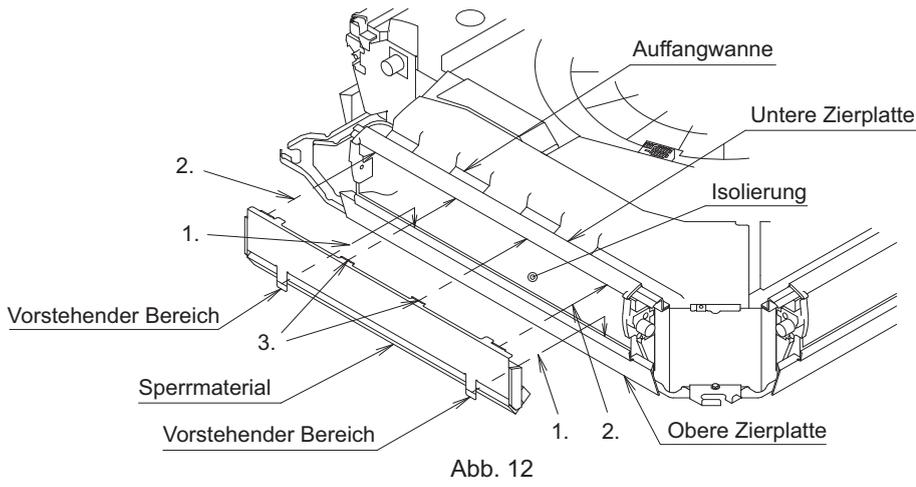
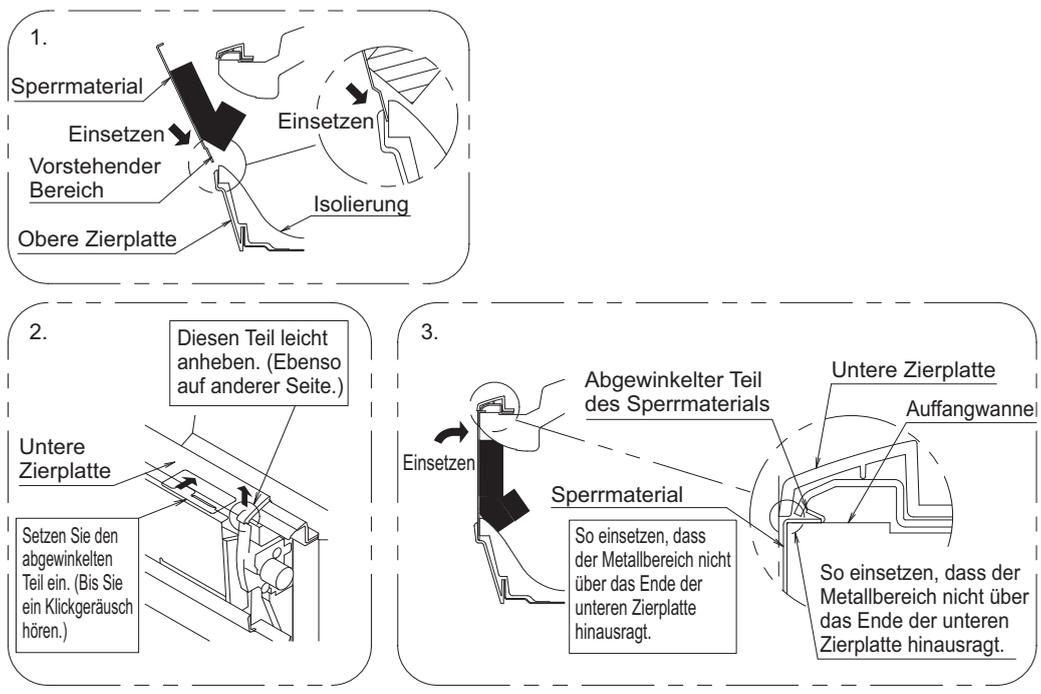

Abb. 12
Abb. 13
(2) Befestigen Sie das Sperrmaterial am Luftauslass. (Siehe Abb. 12 und Abb. 13)